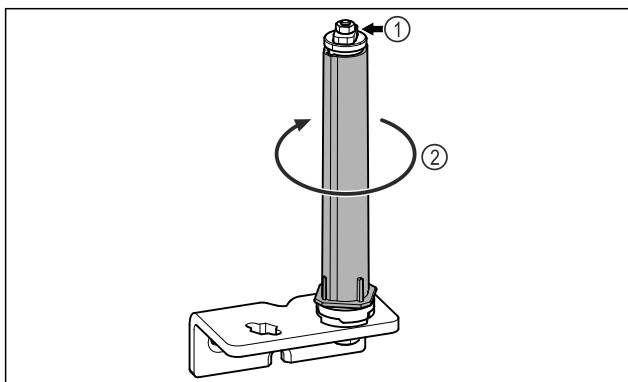

Fig. 23
- ▶ Non disassemblare il sistema di chiusura della porta Fig. 23 (1).
- ▶ Ruotare il sistema di chiusura Fig. 23 (2) finché non scatta.